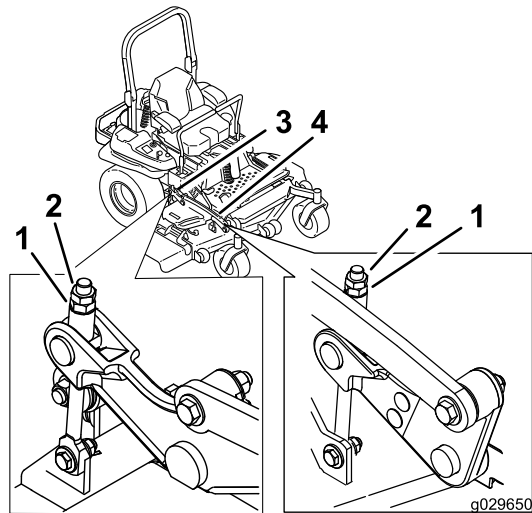

Figura 97
11. Gire el tornillo de ajuste hasta obtener una altura de 7.6 mm (3") (Figura 97).
17. Gire el tornillo de ajuste hasta obtener una altura de 8.3 cm ($3\frac{1}{4}$ ") (Figura 97).